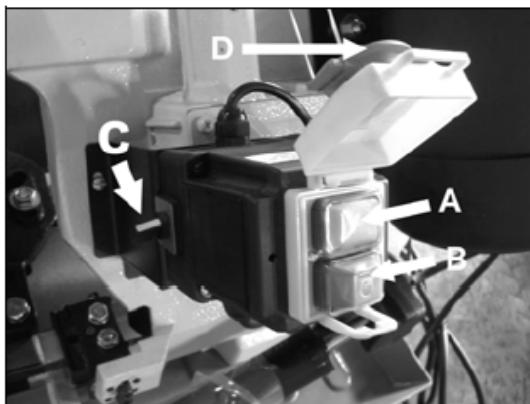

Рис.6
Станок включается посредством нажатия зеленого выключателя (A, Рис. 6). С помощью красного выключателя (B) производится остановка станка.